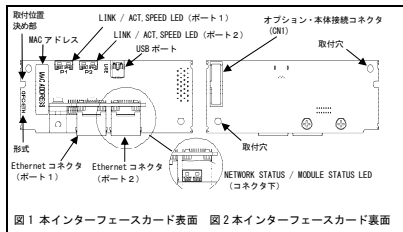

図1 本インターフェースカード表面 図2 本インターフェースカード裏面
- 本インターフェースカード上に形式「OPC-ETH」が印刷されていることを確認してください(図1)。
注意 本インターフェースカードの取付け位置決め部(図1)がツメ(図4①)にセットされ、ONI(図4②)が確実に差し込まれていることを確認してください。図5は取付け完了を示します。